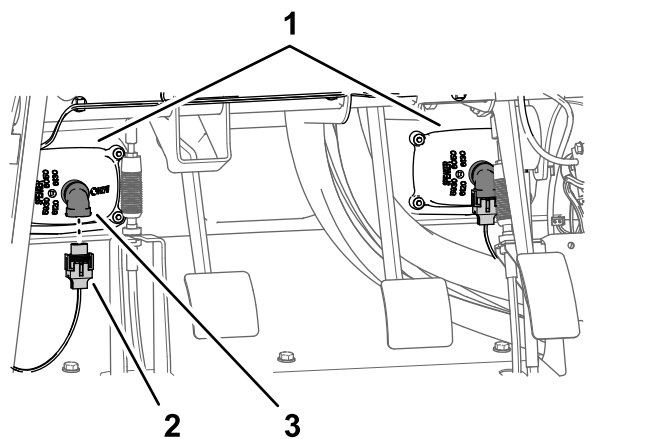

Figura 215
- Collegate i 2 connettori elettrici (a 2 prese) del cablaggio preassemblato della macchina ai connettori a 2 pin dei fari di sinistra e destra (Figura 215).